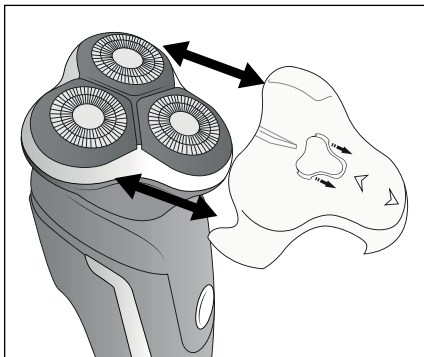

Fig. 1
- ◆  Staccare il cappuccio di protezione **1** sfilandolo verso il basso dall'unità di taglio **2** (vedere fig. 1).